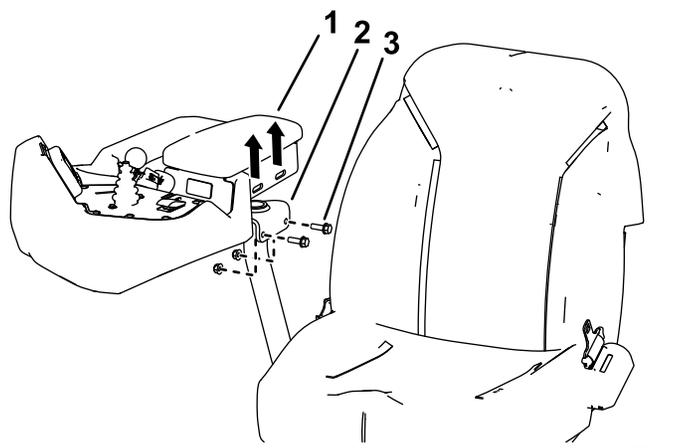

Figure 2
2. Retirez les 2 boulons à embase et écrous qui fixent l'accoudoir au siège (Figure 2). Conservez les fixations.